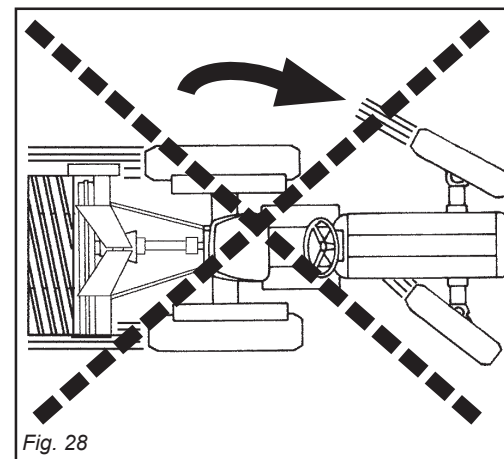
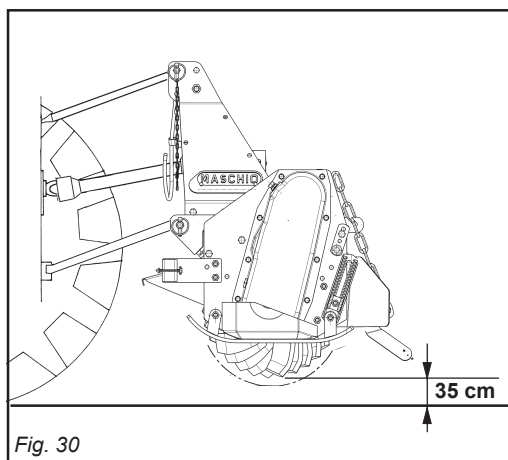

Fig. 28
Fig. 30
Evitare di far girare a vuoto (fuori del terreno) la macchina. Durante il lavoro evitare di effettuare curve con la macchina interrata, ne tantomeno lavorare in retromarcia (Fig. 28, 29). Sollevarla sempre per i cambiamenti di direzione e le inversioni di marcia. Durante il trasporto, od ogni qualvolta si renda necessario il sollevamento dell'attrezzatura, è opportuno che il gruppo di sollevamento del trattore venga regolato in modo che la macchina stessa non sia sollevata da terra per più di 35 cm circa (Fig. 30). Evitare di immettersi su strade pubbliche con la macchina sporca di terra, erba o quant'altro che produca sporcizia e/o intralcio al traffico stradale. Non far cadere con violenza la macchina sul terreno ma farla scendere lentamente per consentire il graduale inserimento delle lame nel terreno.
*Never allow the machine to operate out of the soil. During work, avoid turning corners while the implement is soil working. Never work in reverse (Fig. 28, 29). Always raise the implement in order to reverse or change direction. During transport, or whenever the implement must be raised, it is advisable to adjust the lift unit of the tractor so that the implement itself is not raised more than about 35 cm from the ground (Fig. 30). Do not drive on public highways if the machine is dirtied with soil, grass or anything else that could dirty and/or hamper the road traffic. Lower the machine slowly to allow the blades to gradually penetrate the soil. Do not allow it to drop violently on to the ground.*
Évitez de faire tourner l'appareil à vide (hors du sol). Pendant le travail évitez les virages quand la houe est enterrée ou bien en marche arrière. Relevez toujours l'appareil lors des changements de direction et des inversions de marche (Fig. 28, 29). Pendant le déplacement et chaque fois qu'il faut relever la houe, veillez à ce que le groupe de relevage du tracteur soit réglé de manière à la soulever au moins de 35 cm (Fig. 30). Éviter de s'engager sur les routes publiques avec la machine souillée de terre, herbe ou autre pouvant salir ou gêner la circulation. Ne pas faire tomber la machine avec violence sur le sol mais la faire descendre lentement pour faire pénétrer les lames graduellement dans le sol.
*Vermeiden Sie es, die Maschine unbelastet (außerhalb der Erde) laufen zu lassen. Wenn das Gerät unterirdisch arbeitet, keine Kurven fahren und auch nicht rückwärts fahren (Abb. 28, 29). Das Gerät zum Ändern der Richtung und zum Wenden immer ausheben. Während des Transportes, jedesmal wenn das Ausheben des Gerätes erforderlich wird, sollte der Kraftheber des Schleppers immer so eingestellt werden, daß das Gerät nicht mehr als circa 35 cm Abstand vom Boden aufweist (Abb. 30). Vermeiden Sie es, auf öffentliche Straßen zu fahren, wenn die Maschine mit Erde, Gras oder anderem verschmutzt ist, das die Fahrbahn verschmutzen und/oder den Verkehr behindern kann. Achten Sie darauf, daß das Gerät nicht auf den Boden fällt, sondern langsam gesenkt wird, um zu ermöglichen, daß die Klingen langsam in den Boden eingezogen werden.*
Evitar hacer girar en vacío (no apoyada sobre el terreno) la máquina. Durante el trabajo evitar efectuar curvas con la máquina enterrada y no bajar marcha atrás. Alzarla siempre para cambiar de dirección y para las inversiones de marcha (Fig. 28, 29). Durante el transporte, cada vez que se hace necesario alzar el equipo, es conveniente que el grupo de elevación del tractor se regule en modo tal que el equipo mismo no se alce desde el suelo más de 35 cm aprox. (Fig. 30). Evitar el ingreso en carreteras públicas con la máquina sucia de tierra, hierba o todo otro elemento que produzca suciedad y/o obstruya el tráfico de la carretera. No hacer caer con violencia la máquina sobre el terreno, hacerla descender lentamente para permitir la gradual introducción de las cuchillas en el terreno.